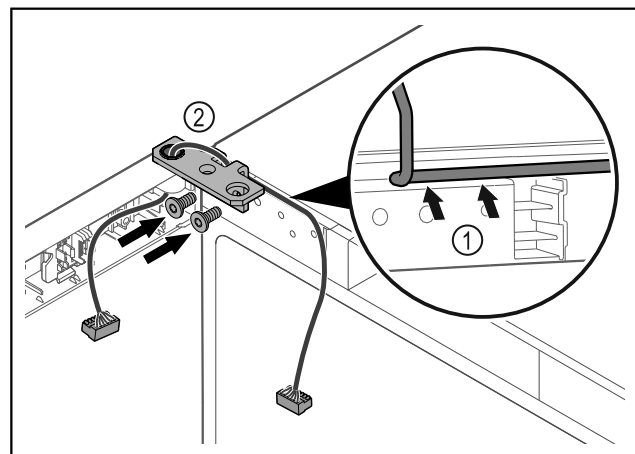

Fig. 48
- ▶ Kabel durch die Ausparung des Scharnierwinkels führen und vorsichtig verlegen Fig. 48 (1).
- ▶ Scharnierwinkel Fig. 48 (2) anschrauben.